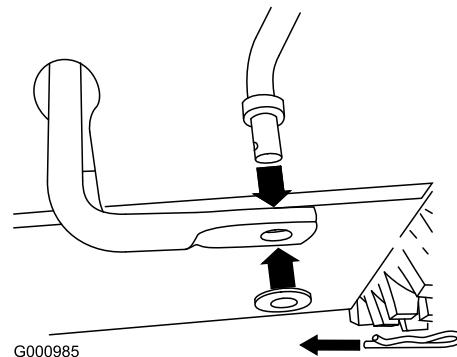

Рисунок 11
1. Выньте спиллинт и снимите шайбу с нижнего конца штока управления скоростью, затем вставьте нижний конец штока в нижнее коромысло так, чтобы изогнутый конец штока управления скоростью был направлен назад (Рисунок 11).